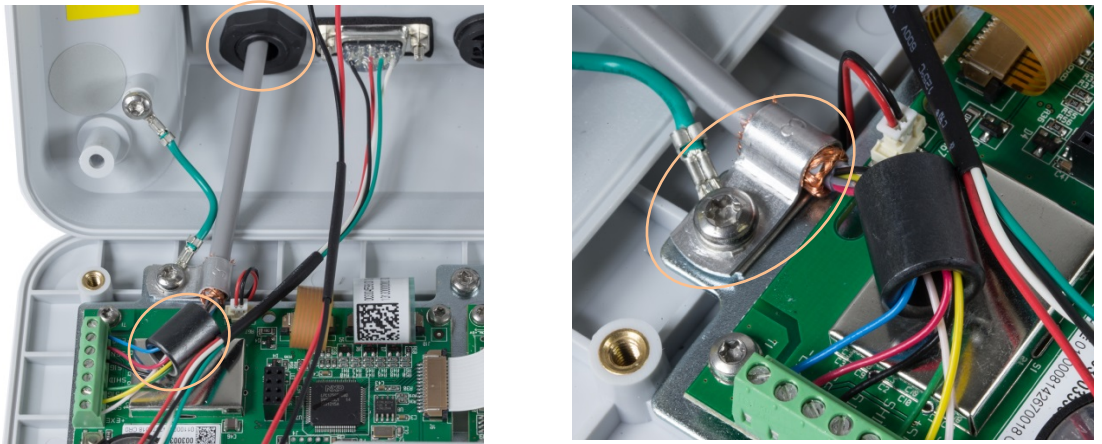

Figura 2-27: Instalação da Ferrite do Cabo da Célula de Carga Analógica e do Terra do Chassi, IND231
9. O cabo da célula de carga entra no gabinete através do prensa-cabo indicado na Figura 2-27.
12. O clipe de aterramento fornecido com o terminal é utilizado para conectar a blindagem exposta (Figura 2-26) a uma placa de montagem de metal usando o parafuso de fixação da dobradiça de metal do gabinete, como mostrado na Figura 2-27.